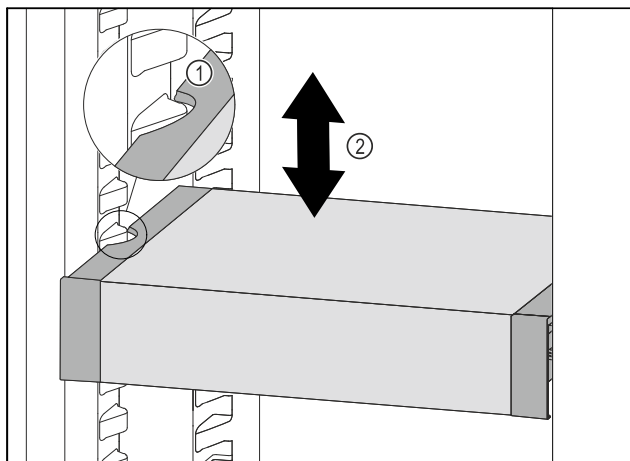

Fig. 118
- ▶ Tirare VarioSafe in avanti fino a quando le cavità laterali di VarioSafe non si trovano al livello della nervatura del contenitore nel vano frigorifero. Fig. 118 (1)
- ▶ Spostare VarioSafe verso l'alto o verso il basso nel vano frigorifero fino a raggiungere l'altezza desiderata. Fig. 118 (2)